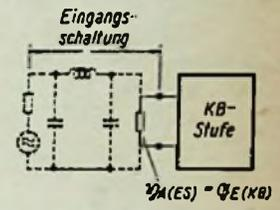

Bild 11. Der Abschlußleitwert der KB-Stufe auf der Eingangsseite ist durch  $\mathcal{Y}_A(ES) = \mathcal{Y}_E(KB)$  gegeben
b) Der Ausgangsleitwert  $\mathcal{Y}_A(ES)$  (Bild 11)
Zur Berechnung des Ausgangsleitwertes der KB-Stufe muß bekannt sein, wie der Eingang dieser Stufe belastet ist ( $\mathcal{G}_E(KB)$ ). Nach Bild 11 ist  $\mathcal{G}_E(KB)$  gleich dem Ausgangsleitwert der Eingangsschaltung ( $\mathcal{Y}_A(ES)$ ).